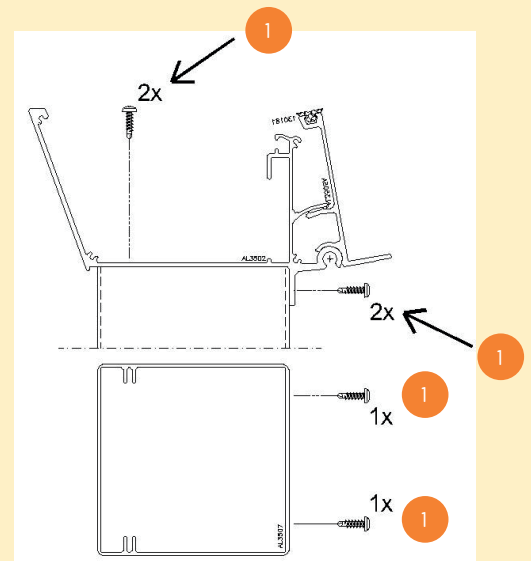

Abb. 17
- 3.10 Verbinden Sie die Rinne mit den Pfosten und schrauben pro Pfosten: 2 Torxschrauben (1) in die Rinne von oben und 2 Schrauben in den senkrechten Steg des Rinnenprofils. Siehe Abb.17